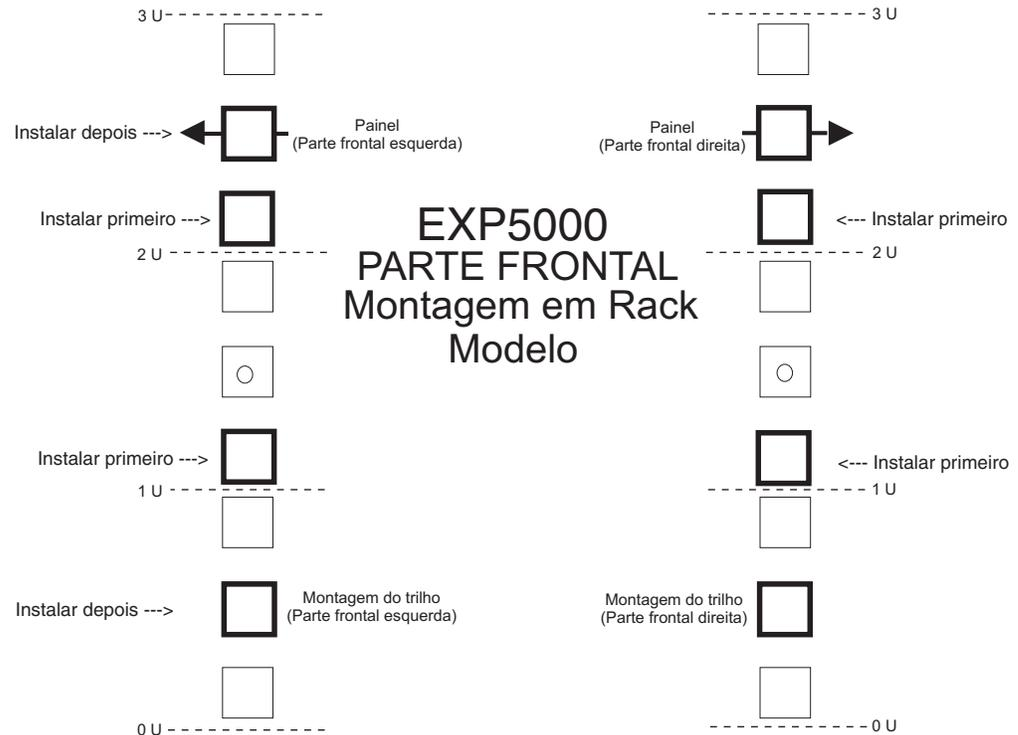
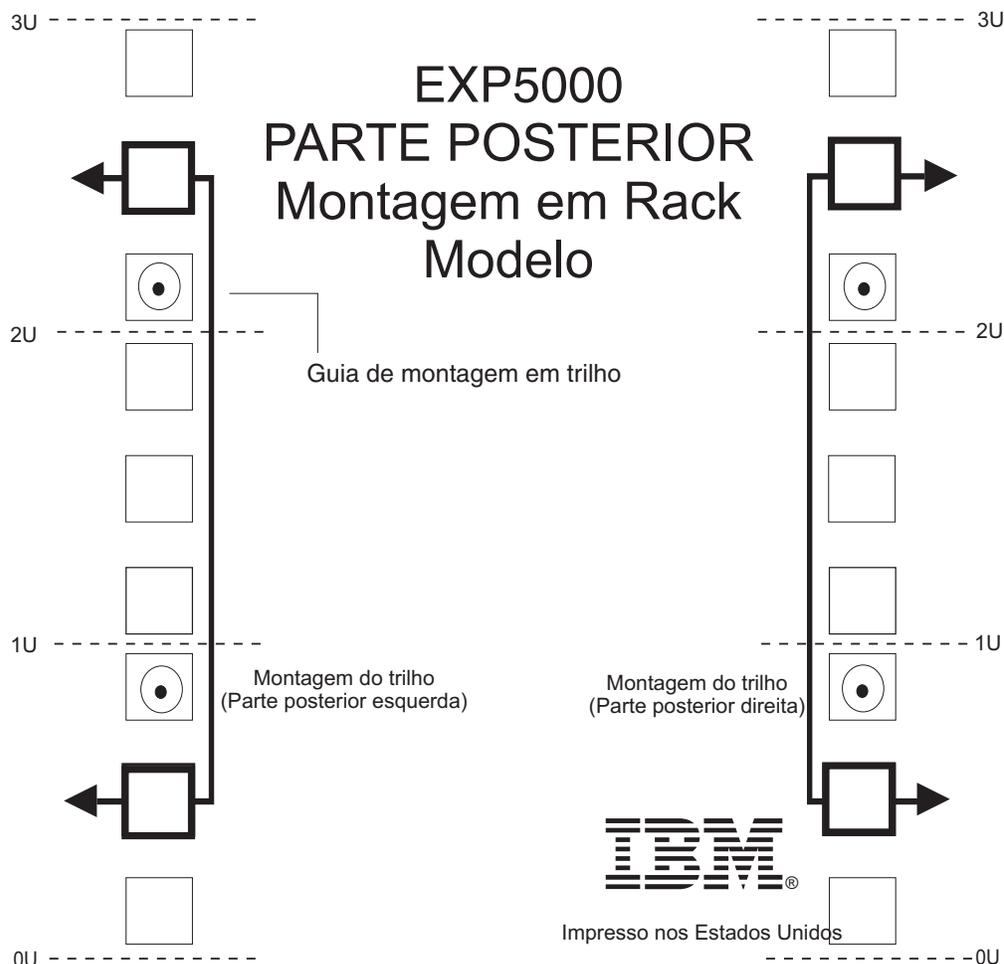

Figura 9. Modelo de Montagem da Parte Frontal do Rack
Figura 10. Modelo de Montagem da Parte Traseira do Rack
Utilize os seguintes modelos (Figura 9 e Figura 10 na página 26) para identificar os locais apropriados para inserir os parafusos M5 ao montar os trilhos de suporte e o EXP5000 em um rack. Os locais dos parafusos M5 estão destacados nos modelos.
Atenção: Utilize o modelo de montagem do rack fornecido na Figura 9 na página 25 e na Figura 10 na página 26 para localizar os orifícios apropriados de montagem do rack para a instalação dos trilhos de suporte no rack.
6. Prenda a parte posterior do trilho contra a parte interior do flange de montagem em rack. Certifique-se de que os pinos guia de montagem do trilho estejam nos orifícios corretos. Consulte a Figura 10 na página 26 para obter uma ilustração.
Nota: Certifique-se de instalar os parafusos identificados como *primeira instalação* na Figura 9 na página 25.